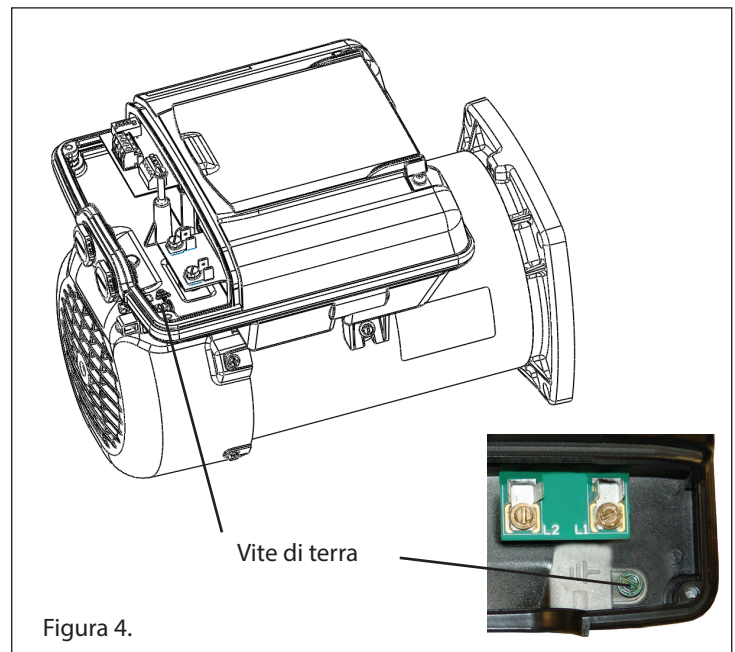

Figura 4.
6. Mettere a terra permanentemente il motore usando la vite di terra situata nella parte interna posteriore dell'interfaccia del controller, si veda la figura 4. Usare un filo di tipo e dimensioni corretti, come da specifiche del governo locale. Assicurarsi che il filo di terra sia collegato a una massa del servizio elettrico.